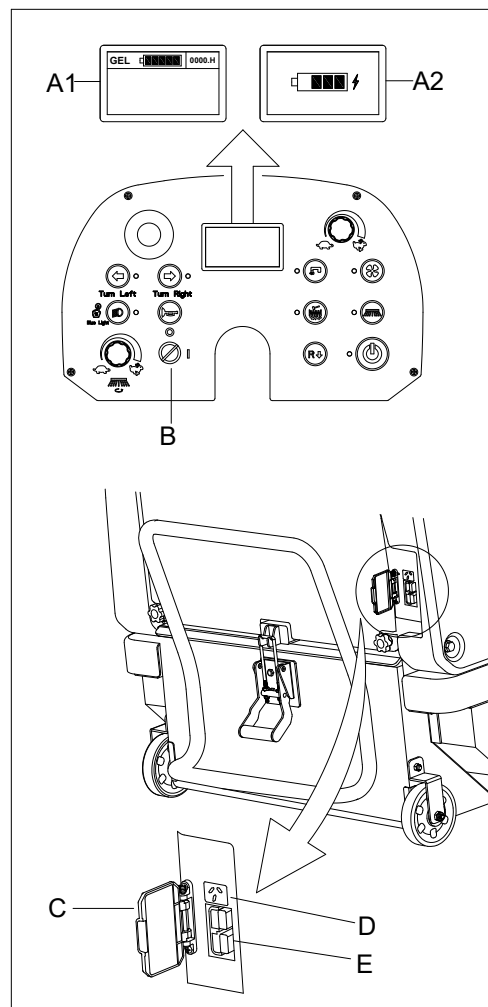

Figura 18
2. Portare la chiave di accensione (B, Figura 18) su "O".
4. Aprire il coperchio di protezione (C, Figura 18). Collegare il connettore del caricatore esterno al connettore (E, Figura 18) sulla macchina. Quando il caricabatterie esterno è collegato alla macchina, tutte le funzioni della macchina vengono automaticamente arrestate.
8. Inserire la chiave di accensione (B, Figura 18) e portarla su "T". Verificare il livello delle batterie sul display multifunzione (A1, Figura 18).
9. Aprire il coperchio di protezione (C, Figura 18). Collegare il cavo di alimentazione alla presa del caricabatterie di bordo (D, Figura 18) sulla macchina, quindi collegare l'altra estremità del cavo di alimentazione alla presa a muro.
10. Lo stato di carica può essere controllato sul display multifunzione (A2, Figura 18).
13. Inserire la chiave di accensione (B, Figura 18) e portarla su "T". Verificare il livello delle batterie sul display multifunzione (A1, Figura 18).